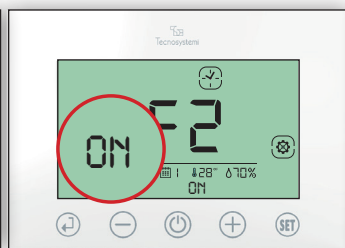

Fig.32
- 2.2 Impostare l'ora di accensione ON della fascia F2 (11.30) e confermare con  (Fig.32)